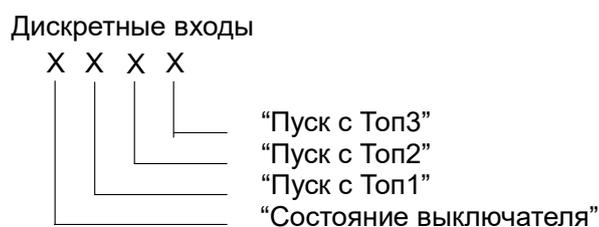

Рис. 4. Расположение на индикаторе информации о состоянии дискретных входов.
2.3.4.3 При контроле дискретных входов на индикаторе отображается наличие (1) или отсутствие (0) сигналов на контактах клеммников X1, X2 модуля БП (см. рис. 4)